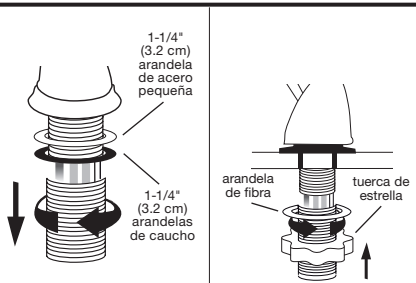

Figura 1
- Desatornille y quite la extensión roscada del cuerpo de la válvula. **No la tire, ya que la necesitará posteriormente** (Vea la Figura 1).